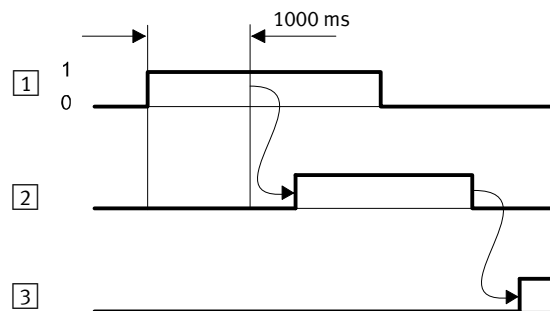

Fig. 14
3. Подавать на контакт 5 в течение $t > 1000$ мс 1-сигнал (+24 В) (см. Fig. 14 [1]) – например, кратковременным переключением контактов PIN 1 и PIN 5. В результате запускается процесс инициализации (см. Fig. 14 [2]). В процессе инициализации на аналоговый выход подается ток 21,5 мА.
4. Когда инициализация завершена, DFPI готов к работе (→ Fig. 14 [3]). В таком случае он перемещается в указанную заданную позицию.